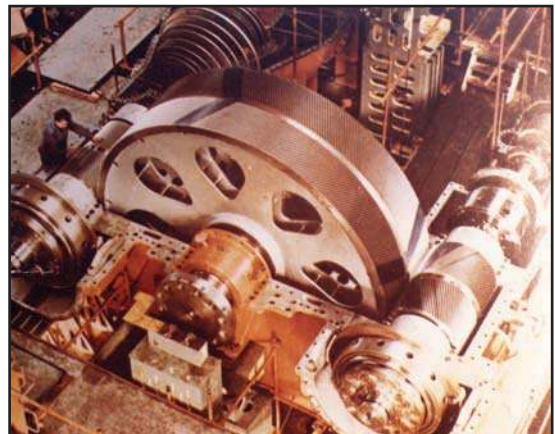

Fig .20 Volant de moteur
- Réservoir d'énergie cinétique : **volant** (Fig.20)